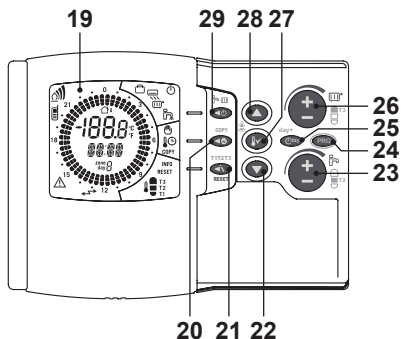
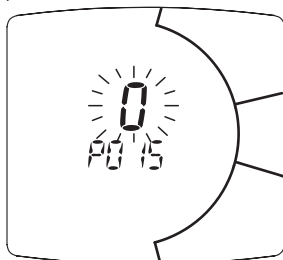
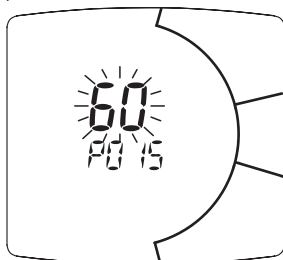

Figura 5.44
Figura 5.47
Figura 5.48
- Scorrere i vari parametri utilizzando il tasto 23 in Figura 5.44 fino a far apparire sul display LCD le lettere **P015** con sopra il relativo valore del parametro **0** che lampeggia, indicante l'entrata nel "parametro 15" (Figura 5.47).
- Modificare il SET programmato agendo sul pulsante 26 in Figura 5.44 fino a visualizzare un **set di 60**, aspettare che il numero programmato cominci a lampeggiare (Figura 5.48).